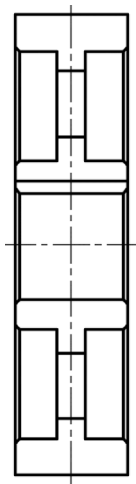

图 13-68 修剪及补上轮廓线
18) 单击“修剪”按钮, 对各倒角处预留的多余短线段进行删除, 并使用“直线”按钮补上相应的由倒角产生的轮廓线, 如图 13-68 所示。